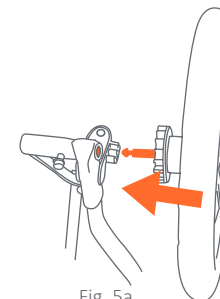

Fig. 5a
- Presione los postes de la rueda trasera dentro de los cubos del armazón trasero hasta que encajen (Fig. 5a).